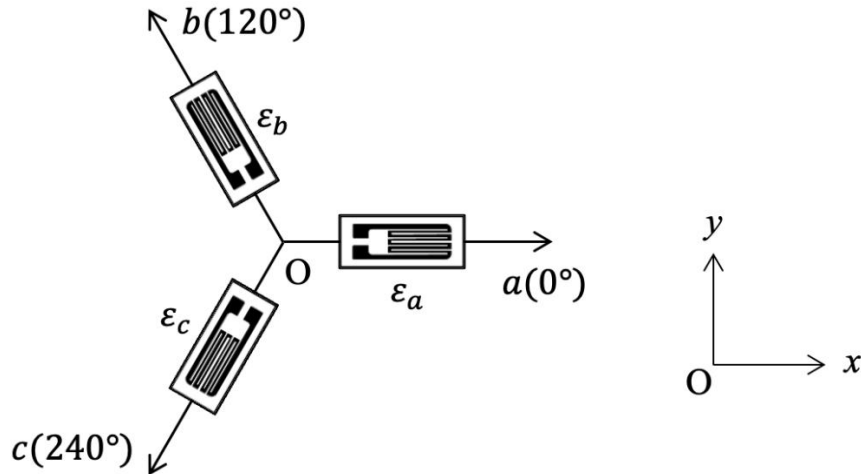

Fig. 2 三軸ひずみゲージ模式図
- [2] 板厚が十分に薄い弾性体表面のある点での応力状態を求めるため，図 2 に示すように ($a: 0^\circ, b: 120^\circ, c: 240^\circ$ 方向に) 三軸ひずみゲージを貼り付けた．このとき，それぞれのひずみゲージから測定された値は， $\varepsilon_a = 500\sqrt{3}\mu, \varepsilon_b = 200\sqrt{3}\mu, \varepsilon_c = -100\sqrt{3}\mu$ であった．この弾性体のヤング率 $E = 273 \text{ GPa}$ ，ポアソン比 $\nu = 0.3$ とし，以下の設問に答えよ．ただし， a 軸と x 軸は一致しており，回転方向は反時計回りを正とする．また，特に指定がない場合は根号を小数にせず，そのまま用いるものとする．